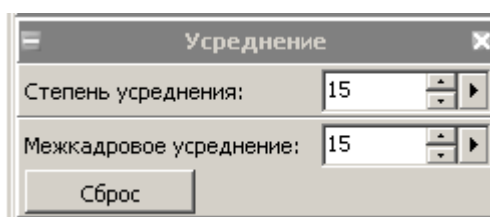

Рисунок 12 – Вид окна ПО с панелью управления «Усреднение»
7.4.22 Начать процесс измерений. Установить значение фиксированной частоты 50 МГц (количество точек 1), максимальную степень усреднения и межкадрового усреднения (рисунок 12) и уровень выходной мощности таким, чтобы результат измерений был минус  $55,0 \pm 0,5$  дБм. Зафиксировать результат измерений  $P_{ДЕТ}$ .